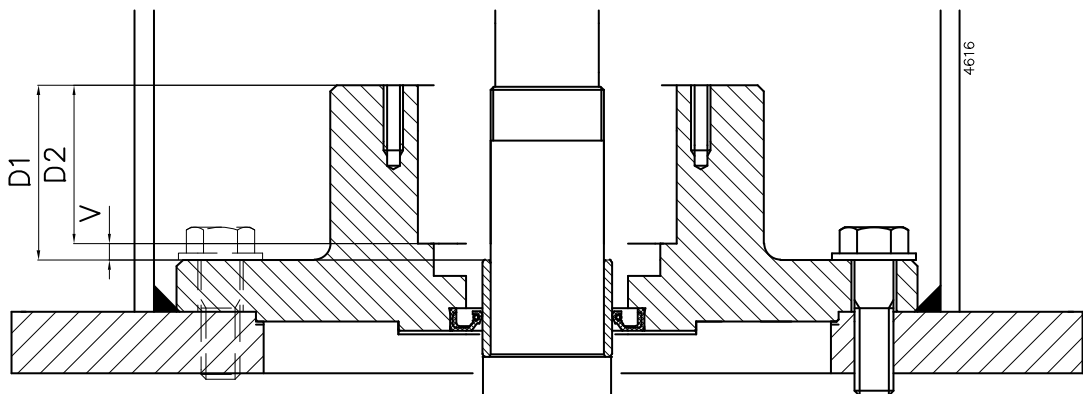

Figura 14: Determinazione dello spessore degli anelli di spessoramento.
- 3 Consultare il figura 14. Prendere un profondimetro e misurare la distanza **D1** dalla sommità dell'alloggiamento del cuscinetto fino alla sommità dell'anello interno e la distanza **D2** dalla sommità dell'alloggiamento del cuscinetto fino alla parte inferiore della sede del cuscinetto a sfere. Riempire la differenza **V** con anelli di spessoramento (6050).